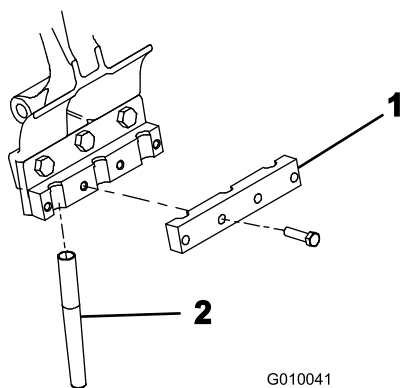

Figure 25
5. Fixez légèrement un serre-louchets sur chaque porte-louchets au moyen de 4 vis ($\frac{3}{8} \times 1\frac{1}{2}$ ") (Figure 25). Ne serrez pas les vis.